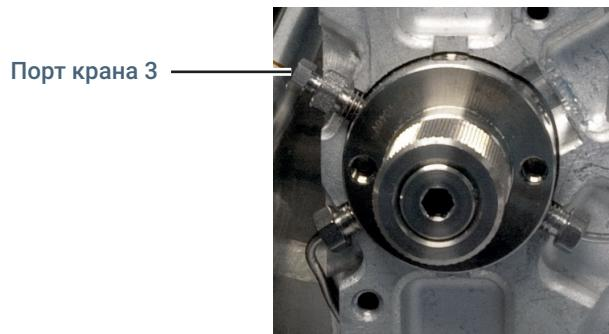

Рис. 25. Порт крана 3
- 6 Линия передачи подсоединяется к порту 3 на кране (в положении «10 часов»), как показано на Рис. 25.